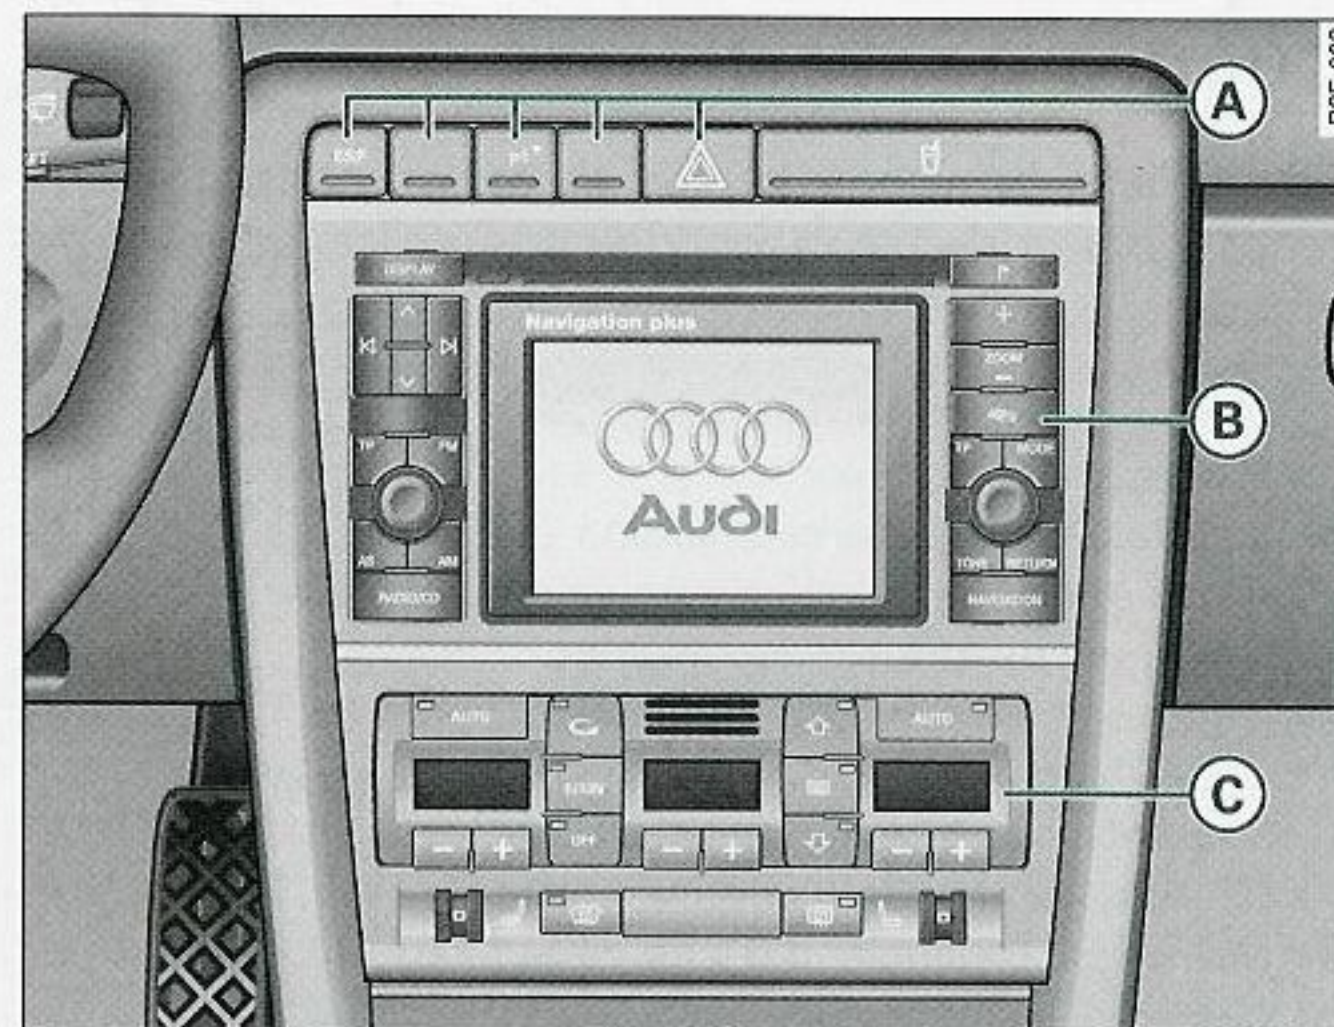

Fig. 2 Cockpit: Consola central
- En vehículos dotados de volante a la derecha*, la disposición de los elementos de mando difiere parcialmente de la que se muestra en la figura ⇒ *página 12, fig. 2*. No obstante, los símbolos de los elementos de mando son iguales.